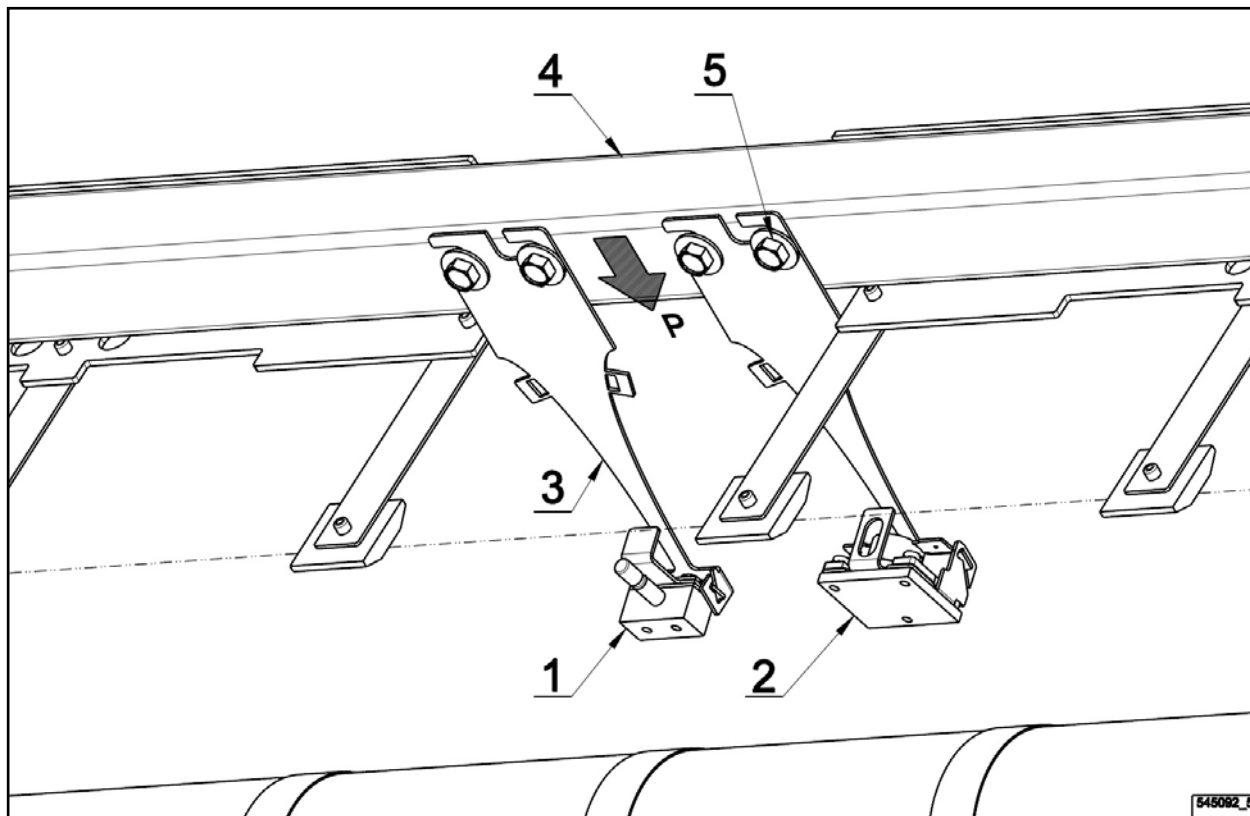

Figura 6.11.
- Sensori di temperatura di base – figura 6.11. sono dispositivi di esercizio (1), collegati al pannello di comando della macchina e dispositivi di sicurezza (2) – vedi il capitolo 5.9. I lettori sono collocati nelle culle dei giunti flessibili (3) che sono direttamente avvitate alla barra con i sistemi stacca – biancheria (4) mediante le viti (5). I sensori sono pressati alla superficie del rullo di stiratura.
- Figura 6.11. – Sensori di temperatura di base
- La macchina può essere munita di due lettori di posizione estrema di esercizio – la costruzione di questi lettori di posizione è conforme alla costruzione del sensore di temperatura di esercizio (1). Questi sensori appartengono al sistema OCS – vedi il capitolo 5.8. e sono collegati all'unità OCS.
- Corretta posizione del sensore è raggiunta con corretta regolazione del giunto (3) in senso P e la corretta posizione del sensore è segnalata da una lieve flessione – può toccare il rullo di stiratura con intera superficie, per il sensore (1) in più vale che dopo la declinazione del sensore verso un bordo deve ritornare in posizione originale.
- Corretta posizione e pulizia delle superfici di contatto e dei bordi dei sensori (1) e (2) controllare 1x alla settimana.
- Sensore di esercizio (1) – sonda Pt 100 in una camicia di bronzo.